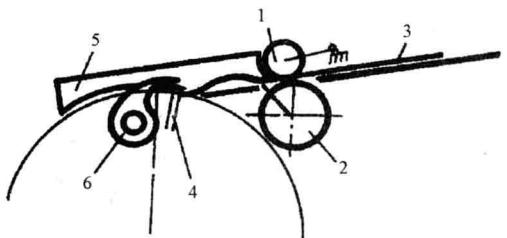

图 5-15 摧纸滚摩擦式超越递纸原理图
3. 进纸辊式递纸装置 (摩擦压滚式递纸机构)。如图 5-15 所示, 纸张 3 经过输纸板送到纸台规矩处定位后, 压纸滚 1 经凸轮控制压向下滚轮 2, 接着前规倾倒让纸, 进纸辊开始旋转, 靠